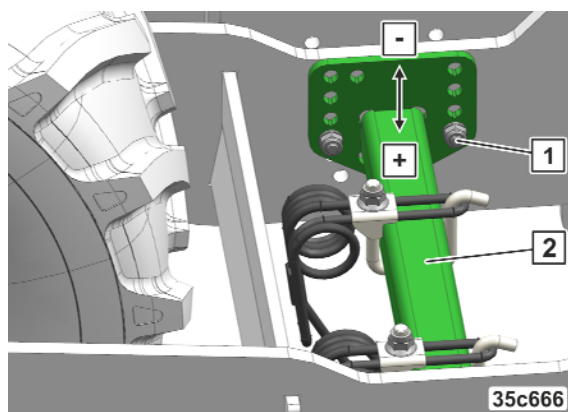

Fig. 199
1. Muttern (Fig. 199/1) lösen und entfernen.
2. Striegelarm (Fig. 199/2) in die gewünschte Position bringen.
3. Striegelarm (Fig. 199/3) in die gewünschte Position bringen.